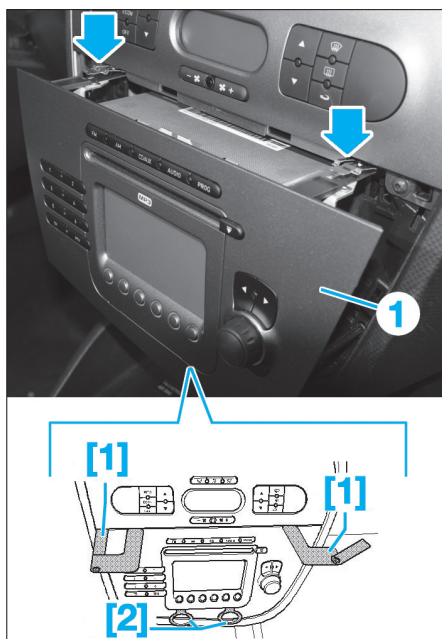

Fig. 24
- Engager les extracteurs [1] et [2] dans les fentes de déverrouillage, comme représenté sur l'illustration, jusqu'à ce qu'ils s'encliquettent (Fig.24).